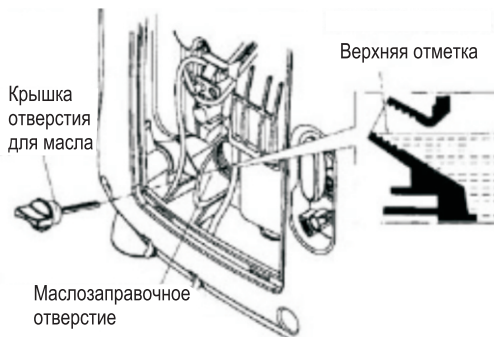

Рис. 23
2. Выкрутите крышку маслозаливной горловины (рис.23).